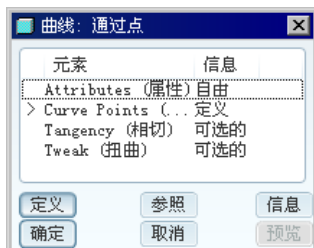

图 5.19.38 曲线特征信息对话框
Step4. 完成上步操作后, 系统弹出图 5.19.38 所示的曲线特征信息对话框, 该对话框显示创建曲线将要定义的元素。